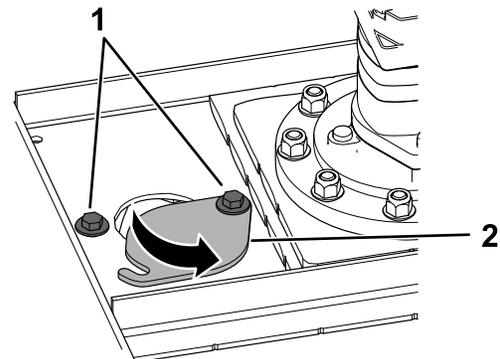

Figura 9
1. Afloje los 2 pernos que fijan la tapa de acceso de la cuchilla y aparte la tapa (Figura 9).
5. Cierre la cubierta de acceso y apriete los pernos (Figura 9).